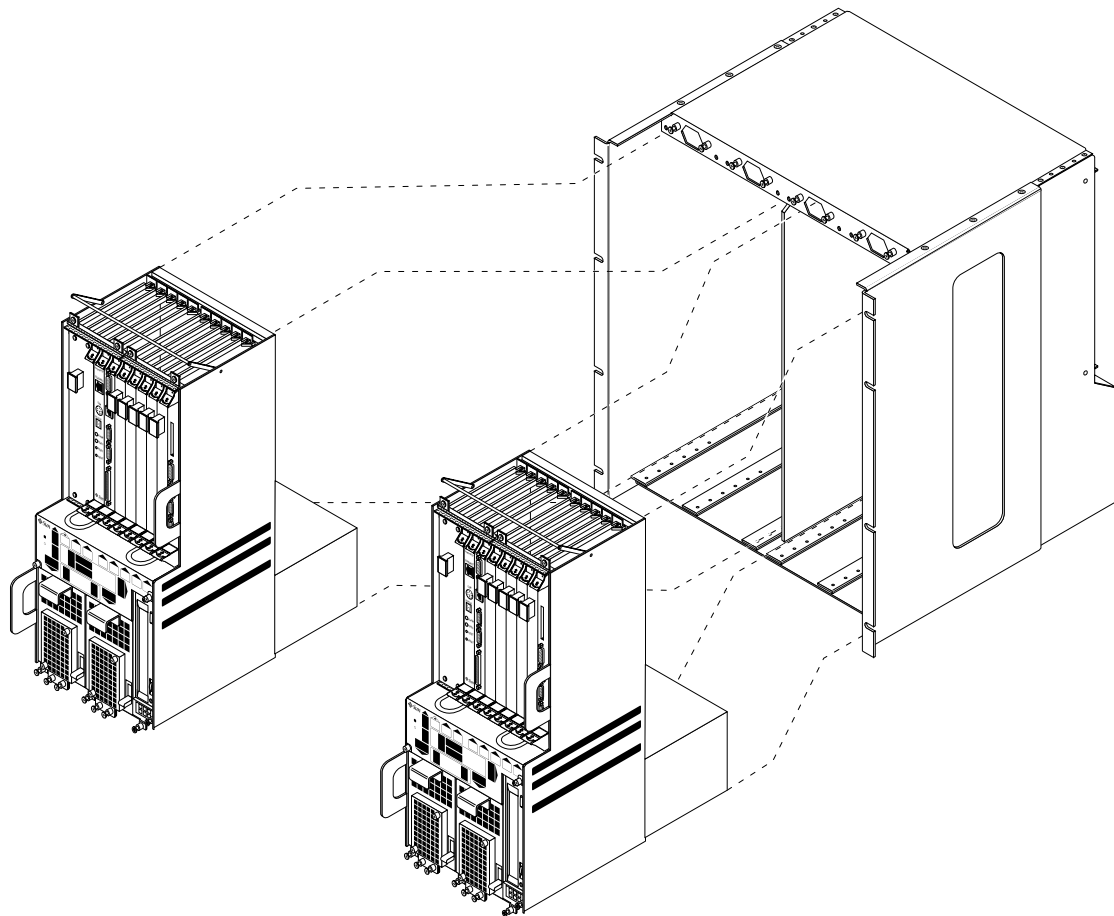

図 1-10 シャーシに 2 台の Netra ct 800 サーバーを装着
- 1 台または 2 台の Netra ct 800 サーバー (図 1-10)